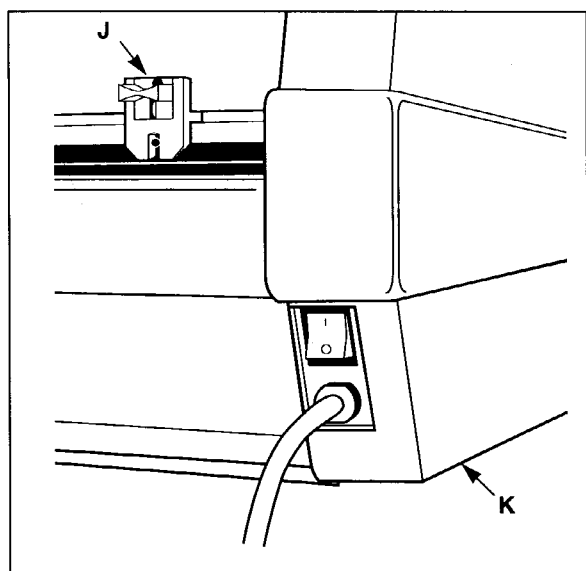

Fig. 4
J. REAR SLITTER: Used to cut the film web where it exits the rear of the laminator (Figure 4).
K. CIRCUIT BREAKER: Electrical safety device, located under the left side cover, can be reset the operator if tripped (Figure 4).
J. HINTERE SCHNEIDE: Schneiden die Folie ab, wenn sie den Laminator verlassen. (Abb. 4)
K. STROMKREIS-SICHERUNG: Als elektrische Sicherheitsvorkehrung an der linken Hinterseite. Kann vom Bediener wieder eingeschaltet werden, falls sie ausgelöst wurde (Abb. 4).
J. ACHTERSTE AFSNIJRAND: Deze wordt gebruikt om de film baan af te snijden op de plaats waar deze het apparaat aan de achterzijde verlaat (zie afb. 4).
K. CIRCUITONDERBREKER: Dit is een elektrische beveiliging die zich bevindt onder de kap aan de linkerkant en na een onderbreking kan worden gereset door de operator (zie afb. 4).
J. MASSICOT ARRIERE: utilisé pour couper les lés de film réceptionnés en sortie de plastifieuse (figure 4).
K. COUPE-CIRCUIT: dispositif de sécurité électrique, situé sur la gauche du capot, peut être réinitialisé par l'opérateur après coupure (figure 4).